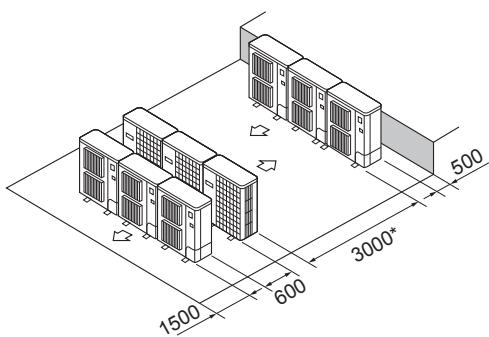

Fig. 2-14
⑥ Расположение приборов в несколько горизонтальных рядов (Fig. 2-14)